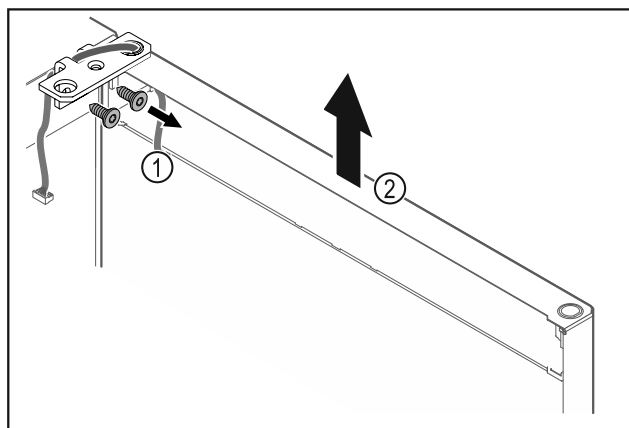

Fig. 18
- ▶ Odkręcić zawias Fig. 18 (1).
- ▶ Drzwi wraz z zawiasem należy podnieść prosto do góry o ok. Fig. 18 (2) circa 200 mm i zdjąć.